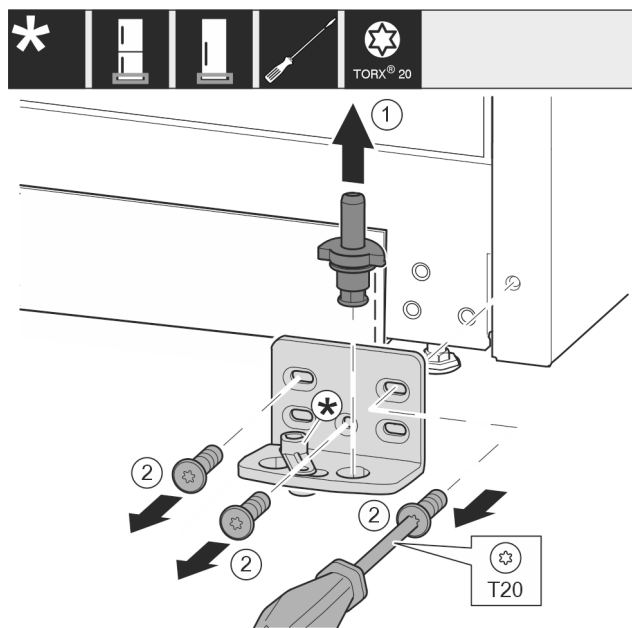

Fig. 15
- Ložiskový čep Fig. 15 (1) celý vytáhněte nahoru.
- Šroubovákem vyšroubujte šrouby Fig. 15 (2) a sejměte stojan ložiska.